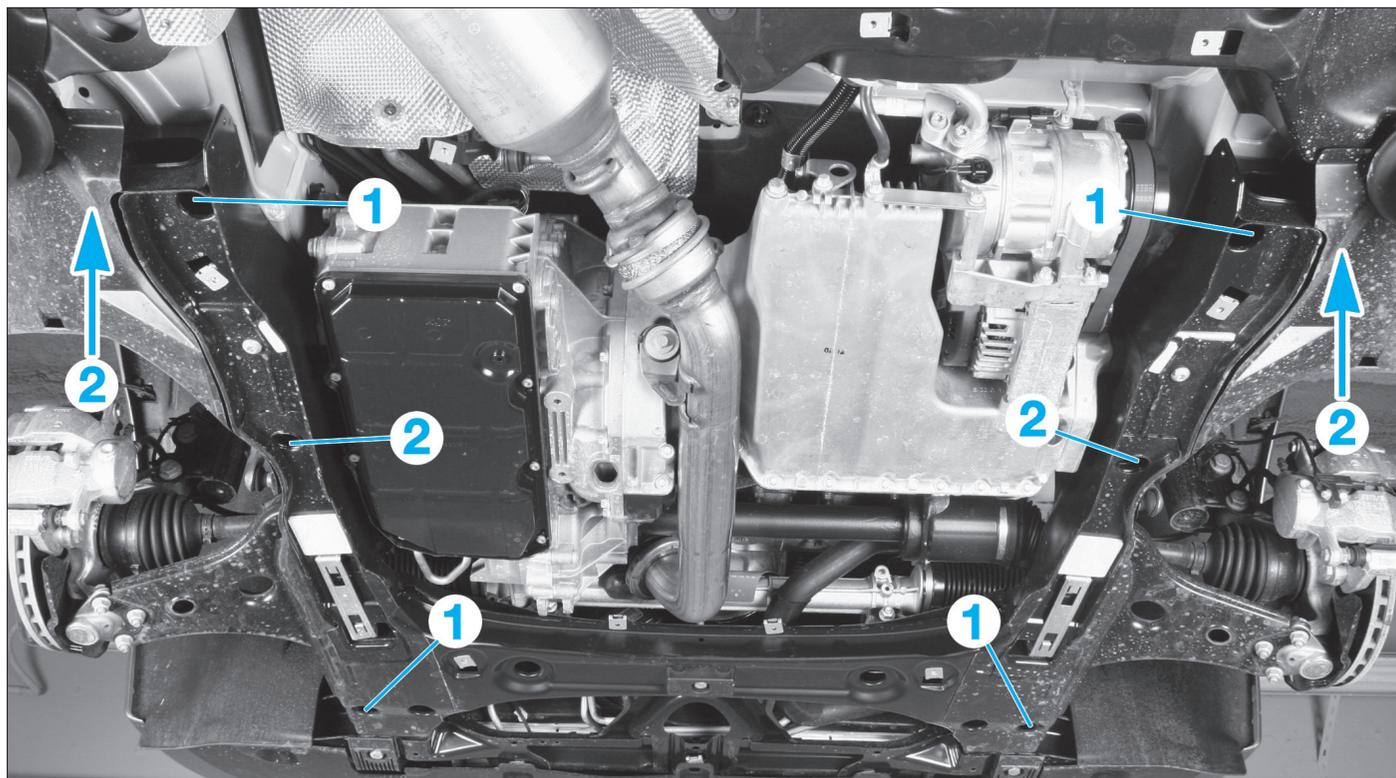

FIG. 70
- Déposer les vis (1) et (2) de fixation du berceau (Fig.70).